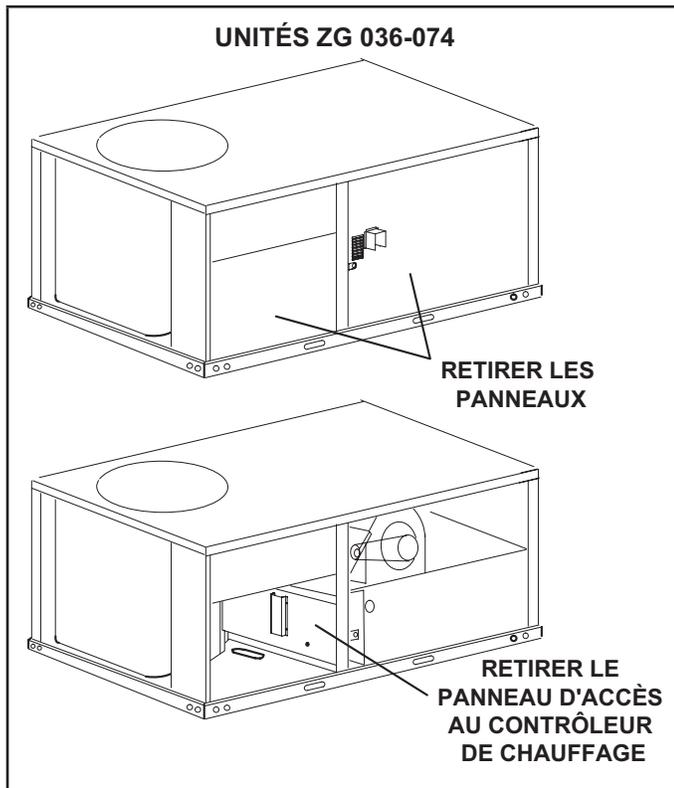

Figure 1
- 2 - Ouvrir les panneaux d'accès comme illustré à la Figure 1. Sur les unités LGM/LGT/LDT/LGH/KG/SG, retirer le montant entre les sections chauffage et compresseurs.